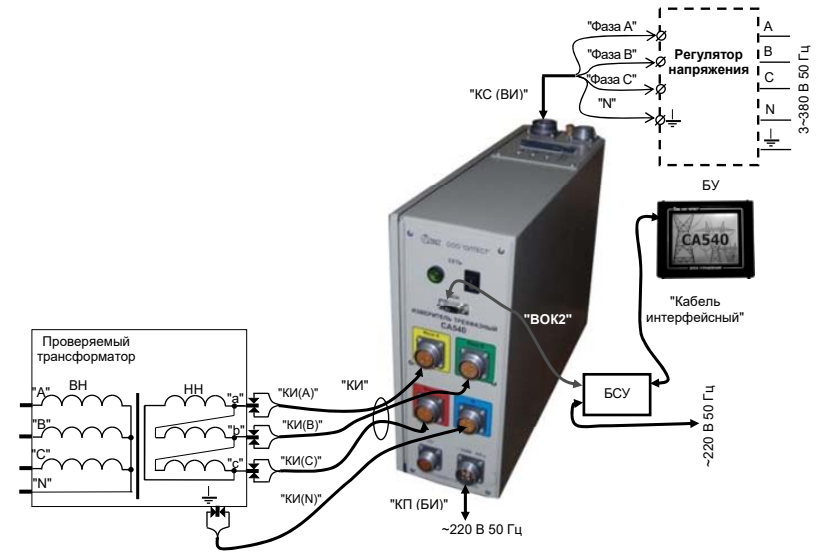

Рисунок 6.49
3) Перейти в окно "Главное меню", для чего нажать в любом месте экрана БУ (рисунок 6.49). На экране появится окно "Главное меню" (рисунок 6.51)